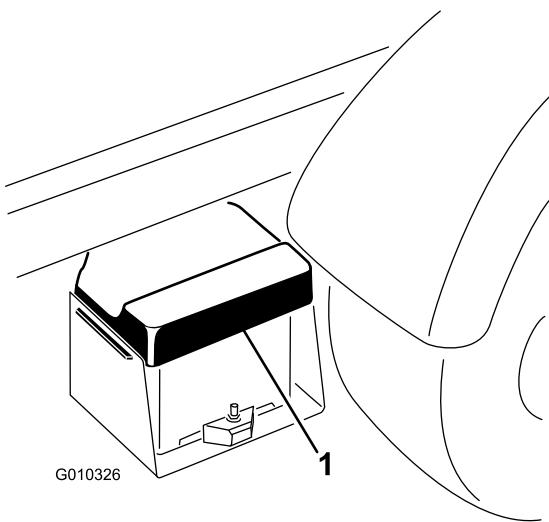

図 4
- A. バッテリーカバーを握り込んで、タブをバッテリーベースから外す（図 4）。
- B. バッテリーベースからバッテリーを取り外す（図 4）。